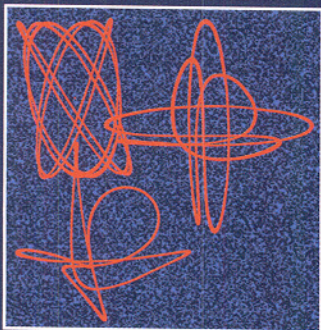
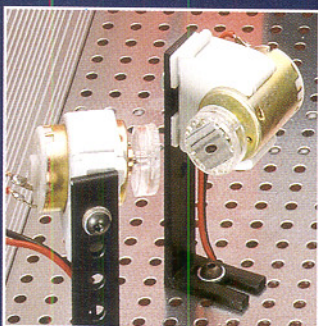

Bild 6: Verschiedene Spiralskop-Effekte mit dem LS 90 von ELV
Bild 7: 2 Spiegelmotore
- Spiralskop-Effekt (Bild 6) mit 2 Spiegelmotoren (Bild 7). Die Ansteuerung erfolgt über die Mikroprozessor-Steuerplatine.